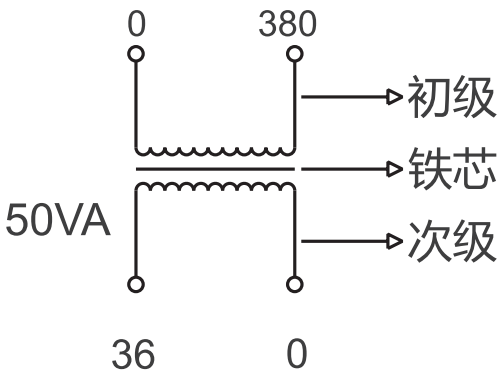
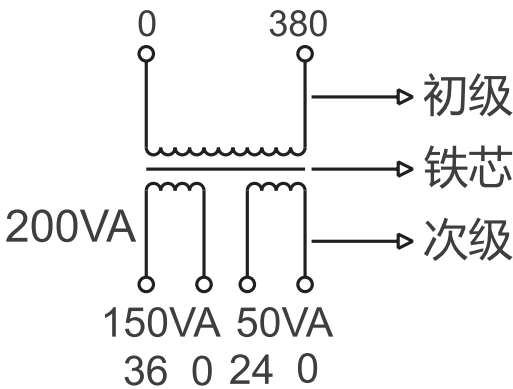
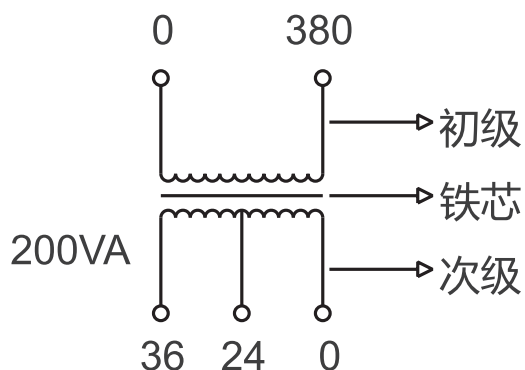
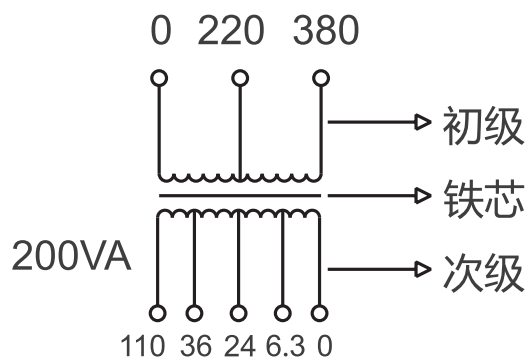

图1 单独绕组
图2 分开绕组
图3 混合绕组
图4 连续式中间带抽头绕组
3.2.2 本系列变压器的线圈，当初次级只有一个绕组时，可担负全部额定的容量；若有多个绕组时，则按各绕组应能承担的容量分配；但各绕组的容量之和不得超过总容量，见图1、图2、图3、图4。
3.2.3.1 例如图1，JMB、BJZ、DG、BZ-50型，容量50VA，输入电压380V，输出电压380V，输出电压36V。因为初、次级只有一个绕组,所以它可以担负全部容量50VA。
3.2.3.2 例如图2，JMB、BJZ、DG、BZ-200型，容量200VA，输入电压380V，输出电压36V、容量150VA，输出电压24V、容量50VA。因为图中初级只有一个绕组，所以它所承担的容量是额定容量200VA；次级有两个分开的单独绕组，而且各绕组容量已标明，所以它们各自承担容量，但总量之和200VA。
3.2.3.3 例如图3，JMB、BJZ、DG、BZ-200型，容量200VA，输入电压380V，输出电压36V、24V。因为图中初级只有一个绕组，所以它所承担的容量是额定容量200VA，次级中有中间抽头，所以次级的最高电压36伏单独使用时，才能带200VA的负载。24V则不能带200VA的负载，只能带133VA的负载。因为次级总电流 $I = P_e / U = 200VA / 36V = 5.55A$ 所以单独使用24V时的容量=
3.2.3.4 例如图4，JMB、BJZ、DG、BZ-200型，容量200VA，输入电压380V、220V，输出电压110V、36V、24V、6.3V。从图4中我们可以看出：初、次级绕组中都有中间抽头。次级的最大使用电流 $I = P_e / U = 200VA / 380V = 0.526A$ 所以无论使用220V或是380V时，其电流不能超过0.526A；即使用380V时，该变压器的容量是200VA，使用220V时，该变压器的最大容量是： $200VA / 380V \times 220V = 116VA$ 所以这时220VA的变压器则成了116VA的变压器了；同时次级容量也随之减小到116VA，次级的最大使用电流取决于初级的使用情况。如果初级接380V的电压上，此时的变压器容量是200VA，所以次级电流应为 $I = P_e / U = 200VA / 110V = 1.8A$ 单独使用110V时，容量则为 $110V \times 1.8A = 200VA$
6.1 购买前，先估算好您所使用的电器总容量，参考图1～图4的结构，选用留有一定容量的变压器，确保瞬时启动时不烧
8.1 变压器的型号、规格、容量、初、次级电压及次级电压的容量分配或参考图1-图4的举例来选择适合您自己的产品。